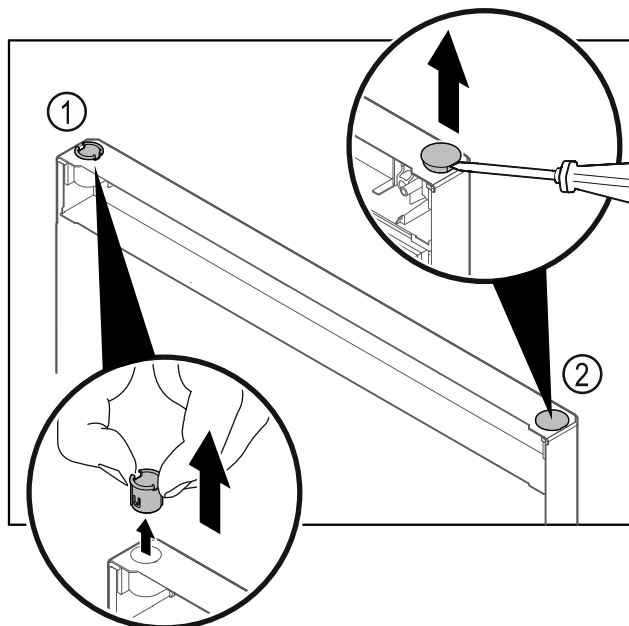

Fig. 27
- Pouzdro závěsu Fig. 27 (1) vytáhněte prsty.
- Krycí zátku Fig. 27 (2) opatrně nadzvedněte plochým šroubovákem a vytáhněte.